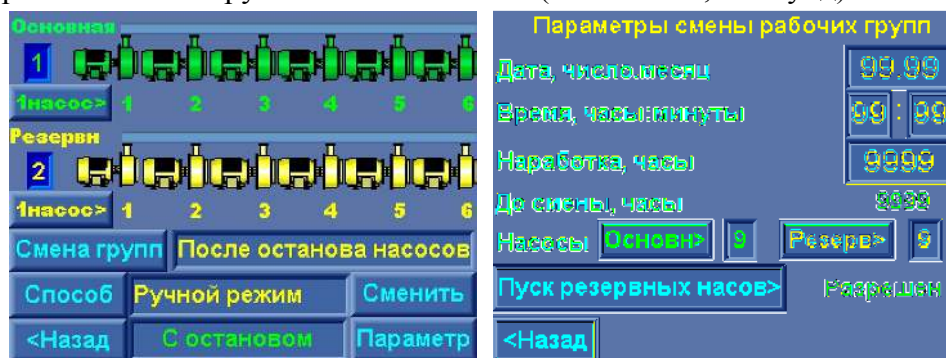

Рис.10.4. Меню Рабочие группы
Количество насосов в группах является информационным. Эти значения программируются в меню Группы насосов (п.10.2.2, рис. 10.4)
Принцип формирования рабочих групп представлен в п. 4.14. Меню Рабочие группы, структура, параметры представлено на рис.10.4 а, б.
В меню Структура групп насосов (рис. 10.4 а) производится программирование
В меню Параметры рабочих групп (рис. 10.4 б) производится программирование:
3. Максимально разрешенное для работы количество насосов в каждой группе. При изменении количества насосов в группе в меню Структуры групп (рис. 10.4 а) максимальное количество насосов автоматически определяется по количеству насосов для каждой группы. При программировании количества насосов в меню Параметры рабочих групп (рис. 10.4 б) максимальное количество насосов каждой группы может быть уменьшено. В работе одновременно может находиться только запрограммированное количество насосов.
При работе каждого насоса его символ в меню Структуры групп (рис. 10.4 а) выделяется полем серого цвета.